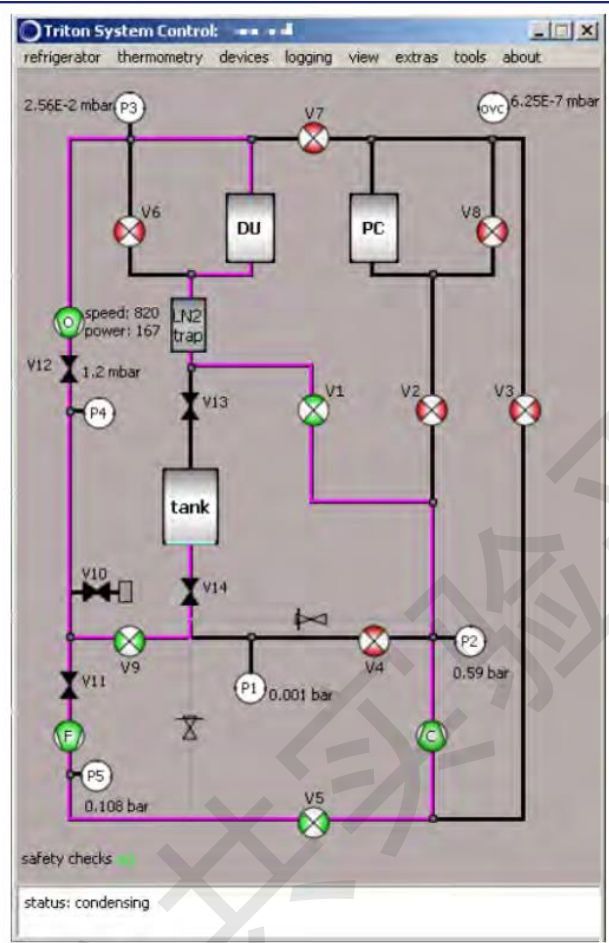

图 7.2 软件主对话框。
软件的用户界面如图 7.2 所示, 包含了三个主要部分: 顶部的菜单栏、气体传输线路示意图 (显示阀门和泵) 和窗口底部的状态栏。写有 DU 和 Pre-cool Circuit (PC) 字样的方框分别代表稀释循环和 pre-cool 循环。当前的气体路径会被高亮显示。阀门 V6、V7 和 V8 位于制冷机顶部, 所有的其他阀门都位于控制架的 GHS 阀门箱中。